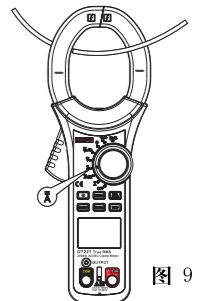

图 9
#### (7) 直流电流 (A) (见图9)
### 7.直流电流测量 (A) (见图9)